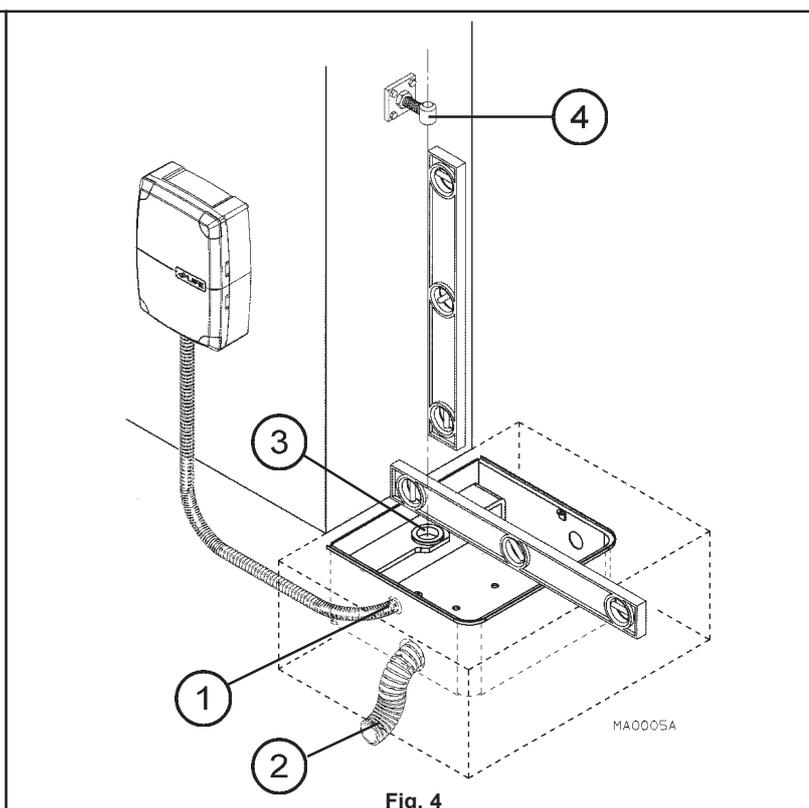

Fig. 4
- Posizionare la cassa di fondazione all'interno dello scavo come indicato in fig. 4.
- Collegare il condotto per il passaggio dei cavi elettrici in uscita dal motoriduttore all'apposito foro sul fianco della cassa (1 fig. 4).
- Collegare il condotto per il drenaggio dell'acqua al foro di scarico sul fondo della cassa (2 fig. 4).
- Place the foundation box inside the hole as shown in fig. 4.
- Connect the pipe for the electric wires from the operator to the relevant hole on the side of the box. (1 fig. 4).
- Connect the water drainage pipe to the drain hole on the bottom of the box. (2 fig. 4).
- Platzieren Sie den Fundamentkasten innerhalb des Fundaments wie in Abb. 4 angeführt ist.
- Verbinden Sie die vom Antrieb ausgehenden Kabeldurchführungen mit dem entsprechenden Loch seitlich auf dem Fundamentkasten (1 Abb. 4).
- Verbinden Sie die Drainageöffnung mit dem Abflussloch am Boden des Fundamentkastens (2 Abb. 4).
- g) Controllare che la bronzina flangiata della cassa (3 fig. 4) sia perfettamente allineata al cardine superiore dell'anta (4 fig. 4).
- i) Verificare la messa in bolla e il livellamento della cassa (fig. 4).
- g) Check that the flanged bearing on the box (3 fig. 4) is perfectly in line with the upper hinge on the gate (4 fig. 4).
- i) Check that the box is perfectly level (fig. 4).
- g) Überprüfen Sie, dass das Flanschlager des Fundamentkastens (3 Abb. 4) optimal auf die obere Torangel (4 Abb. 4) ausgerichtet ist.
- i) Der Fundamentkasten ist eben einzurichten und mit einer Wasserwaage zu überprüfen (Abb. 4).